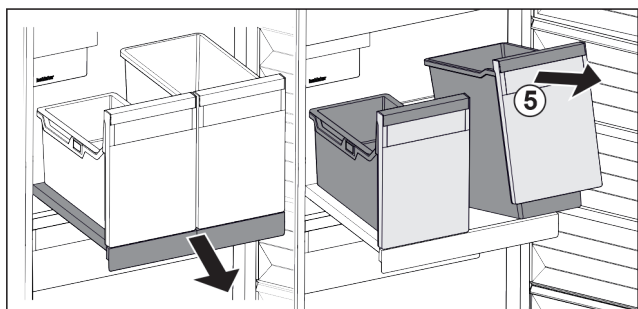

Fig. 80
- ▶ Posodo Fig. 80 (5) dvignite naprej.